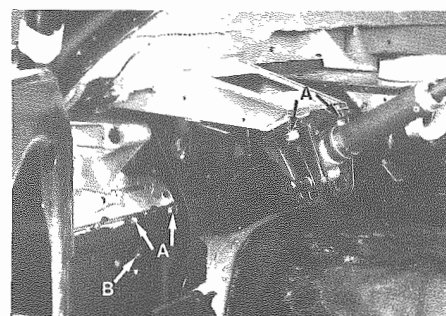

Fig. 12 - A - Viti fissaggio piantone al telaio
- Togliere la vite B (Fig. 12) e separare il piantone dalla scatola sterzo.
- Togliere le 4 viti di Fig. 12 e smontare il piantone.
- Remove screw B (Fig. 12) and separate column from steering gear housing.
- Remove the 4 screws of Fig. 12 and remove steering column.